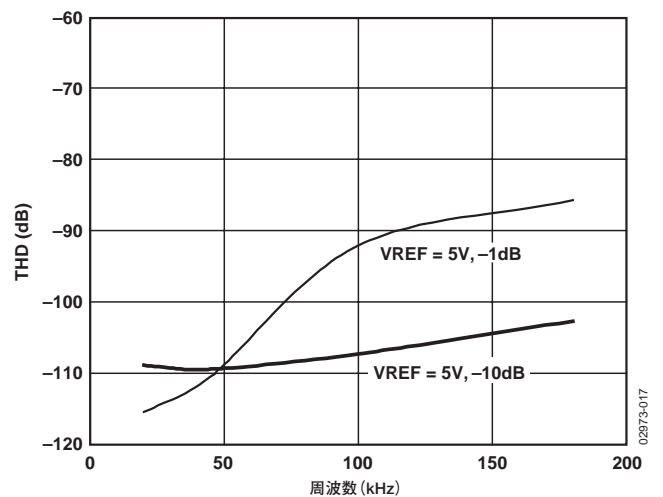

図18. THDの周波数特性
- ACアプリケーションの場合、ドライバはAD7688に見合ったTHD性能を持つ必要があります。図18に、ドライバに必要なTHDの周波数特性を示します。